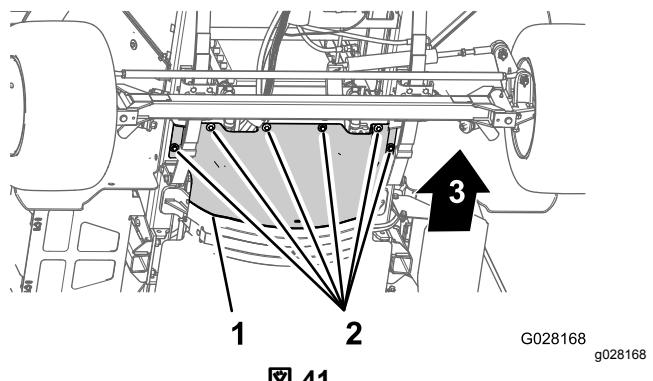

図 41
4. 前側防熱シールドをシャーシに固定しているソケットヘッドボルト6本とワッシャ6枚を外してシールドを取り外す図41。